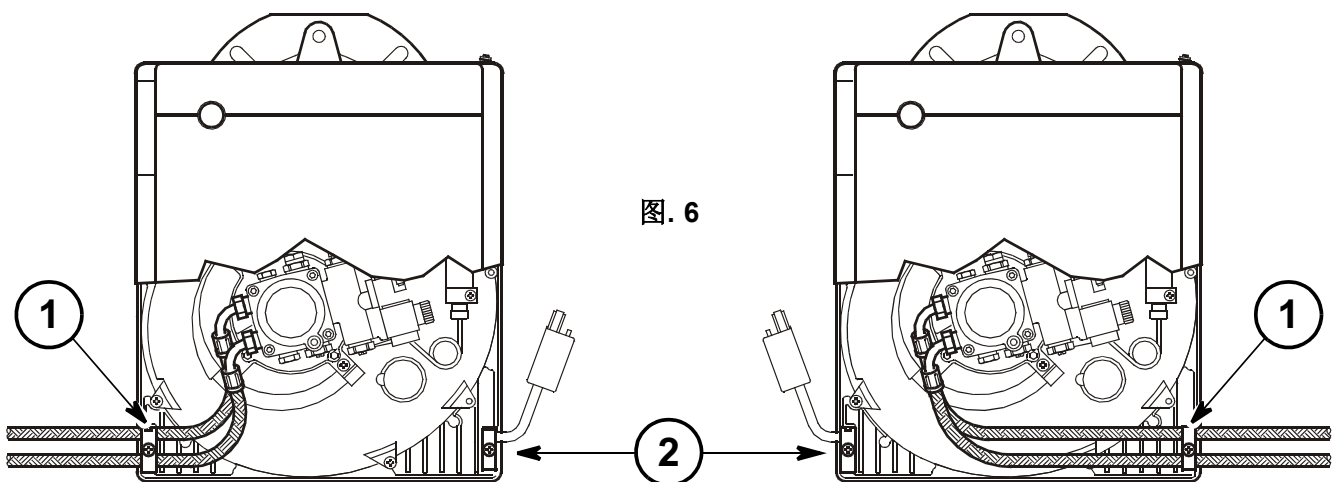

图. 6
根据燃油管线的位置 (到燃烧器的右侧或左侧) 对应的连接板 (1) 和堵塞板 (2) 应保留, (参见图. 6)..